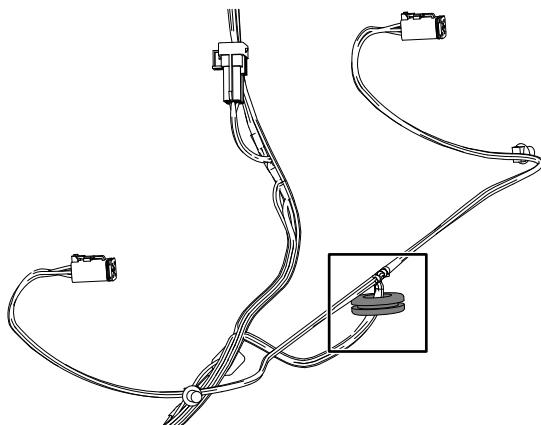

Figura 9
FRONTAL/LUZ DE PRESENÇA da secção de 112 cm da cablagem através do olhal e move o olhal na direção da secção de 112 cm da cablagem (Figura 9).
3. Posicione o olhal como se mostra na Figura 9.